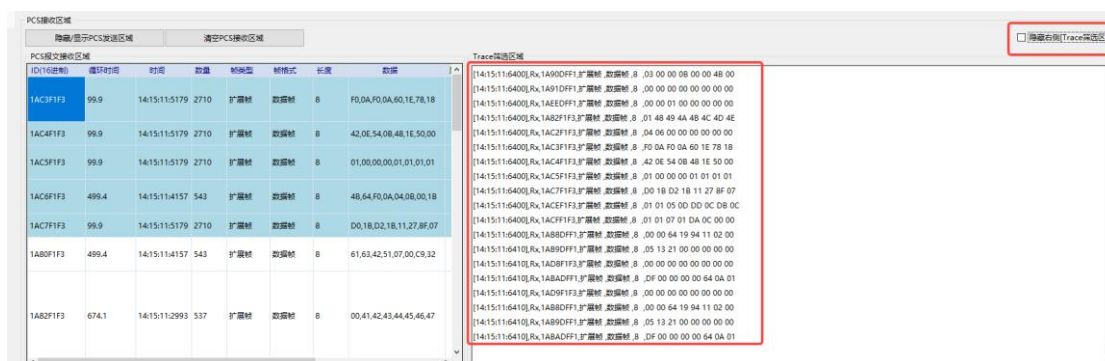

图 2-9 CAN 报文筛选区域
- (4) 取消勾选“隐藏右侧[Trace 筛选区域]”可查看当前报文发送情况，如图 2-9 所示； 右击该筛选区域可“筛选、暂停、清空”该界面。